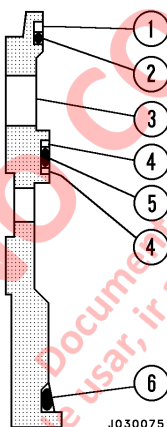

FIGURA 3-7. COLOCACIÓN DEL SELLO DE LA CAMISA
1. Instale la junta tórica (2, Figura 3-7) en la ranura más pequeña (en la parte superior) de la manga del regulador (3). Instale la junta tórica (5) en la ranura del medio de la manga del regulador. Instale la junta tórica (6) en la ranura más grande (en la parte inferior) de la manga del regulador.
2. Instale el anillo de respaldo dividido de nylon (4) en cada lado de la junta tórica (5) ubicada al medio de la camisa del regulador.
3. Instale un anillo de respaldo dividido de nylon atrás de la junta tórica (2) ubicada en el extremo superior de la camisa. Esta junta tórica es la más pequeña de las tres. Coloque el anillo de respaldo de manera que esté junto a la parte superior de la camisa del regulador. La parte superior de la camisa es el extremo con el diámetro externo más pequeño.